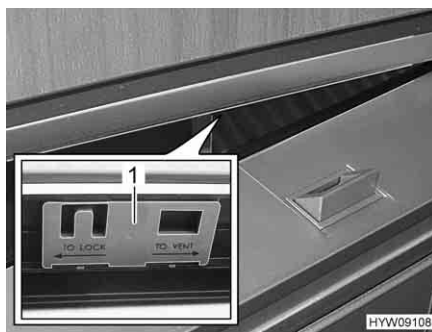

Fig. 98 Porta del frigorifero (posizione di ricircolo d'aria)
- Spingere il cursore (Fig. 98,1) verso destra.